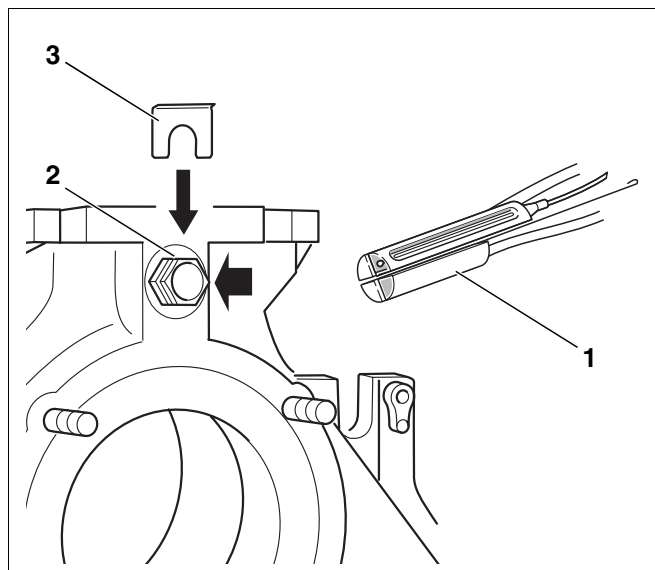

Fig. 62 Montarea setului de senzori de temperatură
Setul de senzori de temperatură conectat la aparatul de reglare (trei senzori de temperatură, o piesă oarbă fig. 62, **poz. 1**) se montează în teaca de imersie R $\frac{3}{4}$.
- Senzorul cu tub capilar se conduce la punctul de măsurare al cazanului și acolo se introduce în teaca de imersie (fig. 62, **poz. 2**) și se asigură cu siguranța senzorului (fig. 62, **poz. 3**).